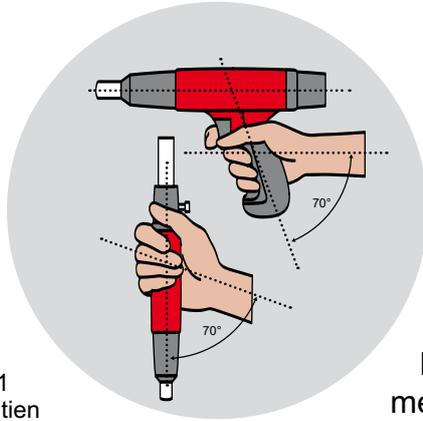

Fig. 1
1. Position de la main sur l'outil : suggérée pour une application avec un outil droit ou poignée pistolet (Fig. 1)